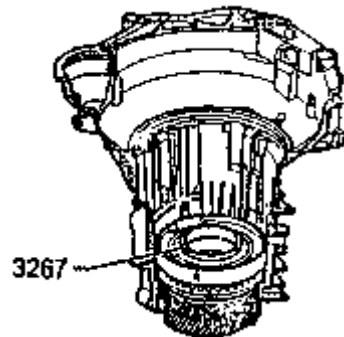

图 7-81 装配环 3267
- 7) 用装配环 3267 对自由轮滚柱施加预紧力并且将自由轮装入，如图 7-81 所示。